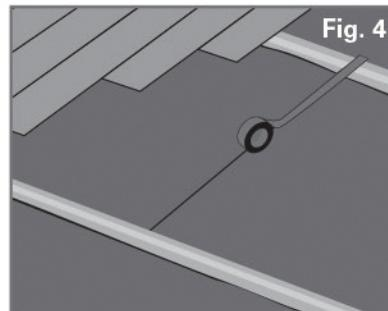

Fig. 4
- Repeat this process until the entire subfloor is covered. Ensure all seams that are not joined by the overlap flap and adhesive strip are sealed with the ROBERTS® Underlayment Seam Tape (Fig. 4) (sold separately). To maintain warranty, ensure NO gaps, overlapping (other than overlap flap) or holes are present.
- Répéter ce processus jusqu'à ce que le sous-plancher entier soit recouvert. Veiller à ce que tous les joints qui ne sont pas reliés par le rabat de chevauchement et la bande adhésive soient scellés à l'aide du ruban pour joints de sous-couche ROBERTS® (Fig. 4) (vendu séparément). Pour maintenir la garantie, veiller à ce qu'il n'y ait AUCUN espace (autre que le rabat de chevauchement) ou trou.
- Repita este proceso hasta que haya cubierto todo el piso. Asegure todas las juntas que no estén unidas por la solapa y la tira adhesiva, las puede sellar con la cinta para uniones de contrapisos de ROBERTS® (Fig. 4) (se vende por separado). Para mantener la garantía, asegúrese de que NO haya presencia de vacíos, solapamiento (aparte del solapamiento requerido) ni huecos.